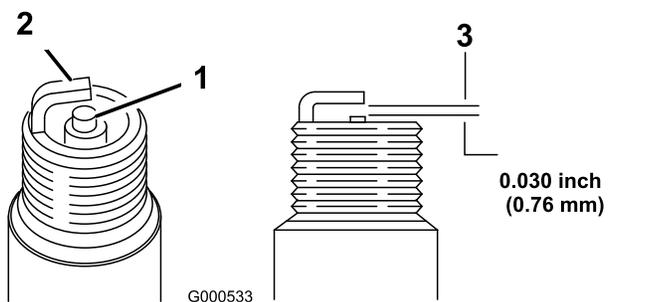

图 45
1. 查看火花塞的中心 图 45。
2. 检查中心电极与侧电极之间的空隙 图 45。如果空隙不正确则弯转侧电极。